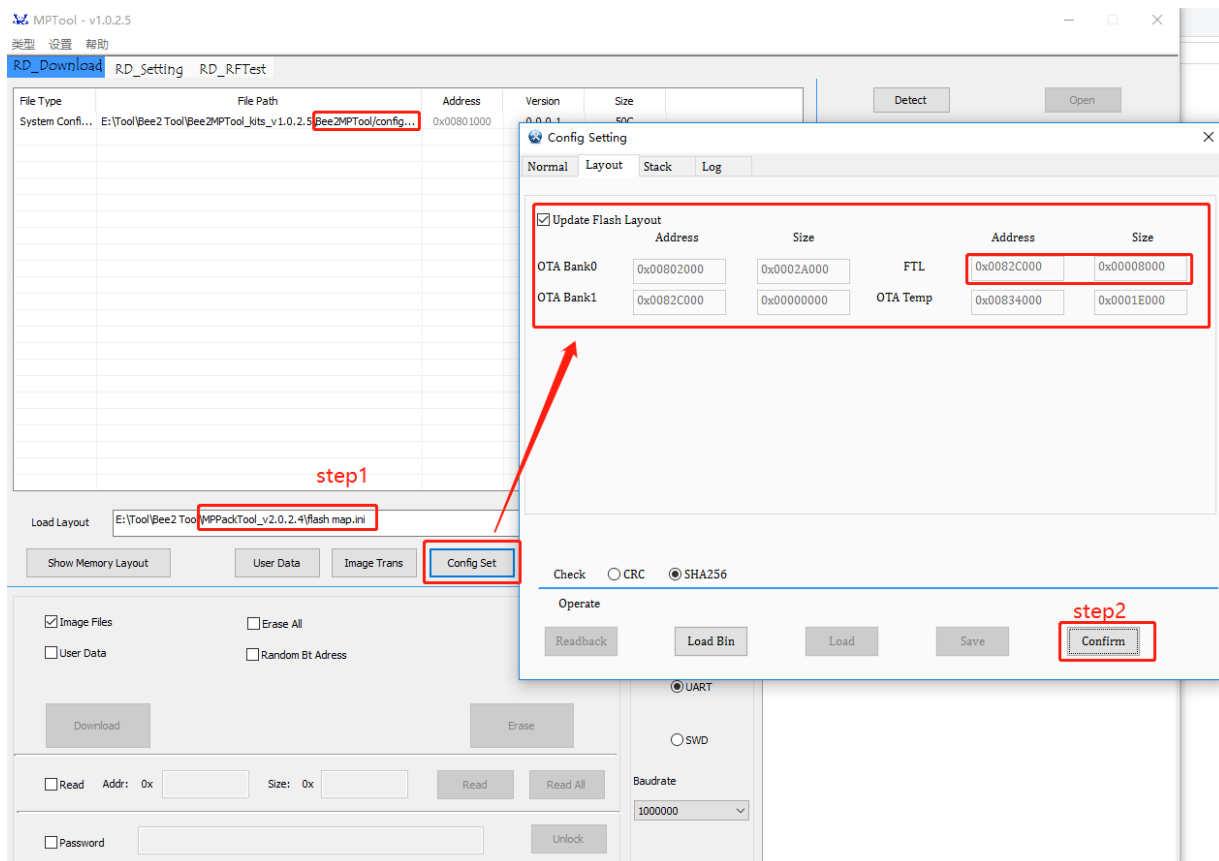

图 5-7 生成 config 文件
- (1) 首先利用 FlashMapGenerateTool（随着 MPackTool 一起发布）来生成 flash_map.ini 和 flash_map.h 文件。
- (2) 将 flash_map.h 文件拷贝到 APP 工程目录下，例如：\sdk\board\evb\ota，这样 APP 编译的时候可以获取正确的加载地址。
- (3) 将第一步生成的 flash_map.ini 加载到 MPTool 中生成 config 文件用于烧录，如图 5-7 所示将会将 FTL 的物理空间大小调整到 32K。